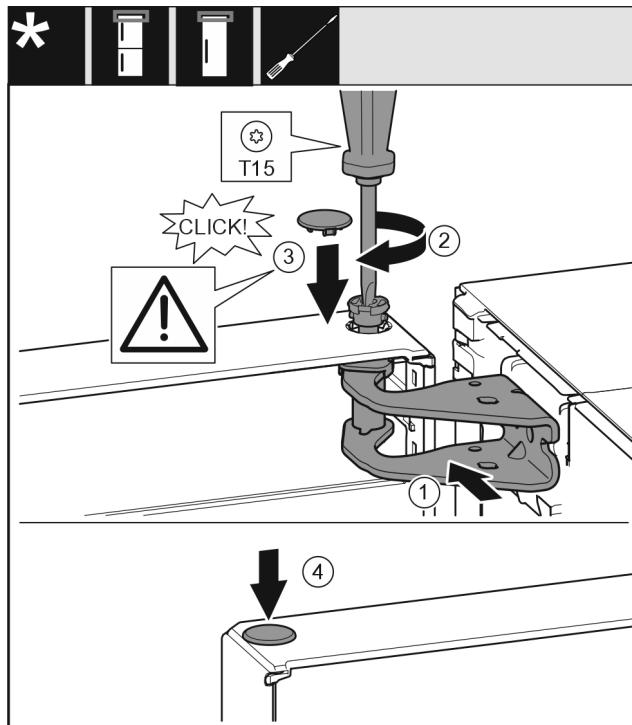

Fig. 21
- ▶ Ευθυγραμμίστε την πόρτα επάνω με το άνοιγμα στο στήριγμα. Fig. 21 (1)
- ▶ Τοποθετήστε τον πεύρο Fig. 21 (2) και σφίξτε με κατσαβίδι.
- ▶ Τοποθετήστε το κάλυμμα ασφάλισης Fig. 21 (3) για την ασφάλιση της πόρτας: Τοποθετήστε το κάλυμμα ασφάλισης και ελέγχετε εάν εφαρμόζει στην πόρτα. Διαφορετικά, τοποθετήστε ολόκληρο τον πεύρο.
- ▶ Τοποθετήστε την τάπα Fig. 21 (4).